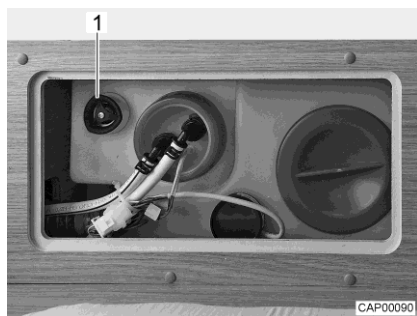

Bild 69 Vattentank med ratt
- Vrid ratt (Bild 69,1) på vattentanken medurs till stoppläget.
- Vrid ratt (Bild 69,1) på vattentanken moturs till motståndet. Vattnet rinner ut tills ca 20 liter är kvar.